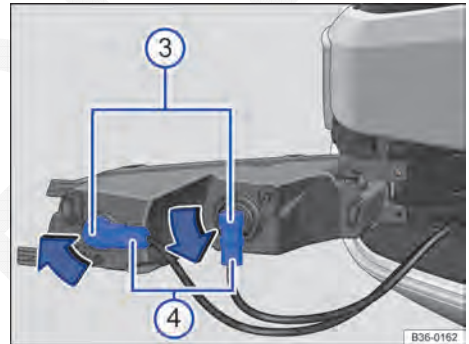

Fig. 312 Substituir a lâmpada incandescente do farol.
4. Retirar para frente o farol do para-choque → Fig. 312.
5. Destruvar e retirar o conector → Fig. 312 (4) da lâmpada incandescente queimada.
6. Para destravar a lâmpada incandescente → Fig. 312 (3), girá-la no sentido da seta e retirá-la do farol.
8. Introduzir a lâmpada incandescente → Fig. 312 (3) no farol e girar até o batente no sentido contrário da seta → Fig. 312 para a posição original.
10. Encaixar o conector → Fig. 312 ④ na lâmpada incandescente até ouvir que ela foi travada.